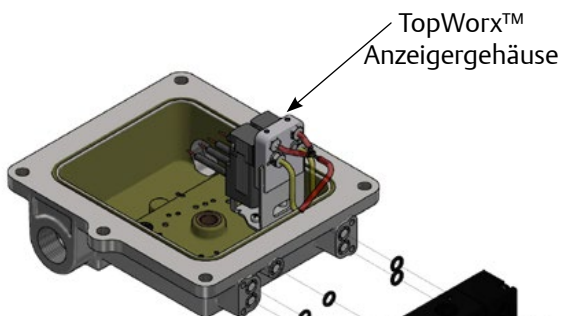

Abb. 2
2. Das Schieberventil ist auf der Schnittstellenplatten-Baugruppe montiert. Es werden drei Schrauben verwendet, um die Ausführungen mit Federrückstellung zu montieren und 4 Schrauben, um die Dual-Pilot-Ausführungen zu montieren, wie in Abbildung 2 (a) und 2 (b) dargestellt ist.